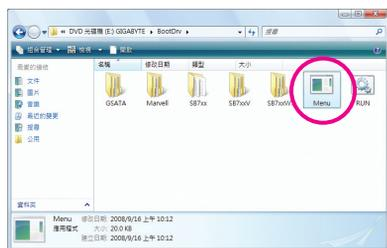
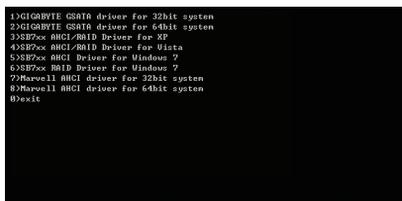

图2
图3
- 2: 进入光盘中的「BootDrv」文件夹，双击「Menu.exe」文件(图2)后会出现「命令提示符」画面，内含如图3所示的控制器菜单。
- 3: 放入空白磁盘。按下SATA控制器驱动程序代码后再按<Enter>键。以图3的菜单为例：